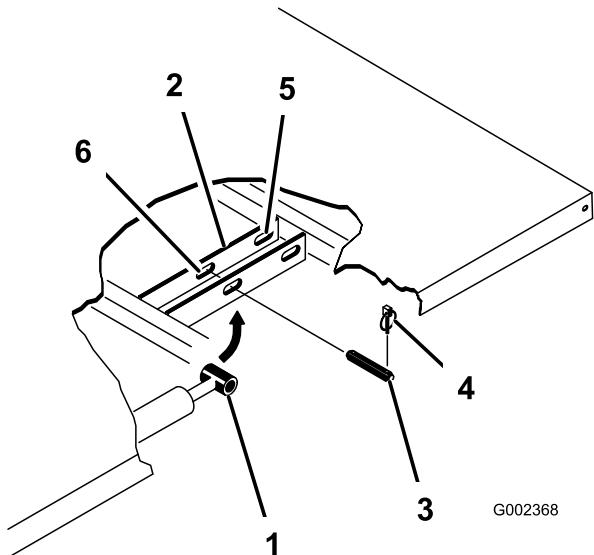

Figure 23
4. Retirez les axes de chape qui fixent les côtés tiges des vérins aux plaques de montage du plateau en les poussant vers l'intérieur (Figure 23).
5. Enlevez les goupilles à anneau et les axes de chape qui fixent les supports de pivot aux profils du cadre (Figure 23).